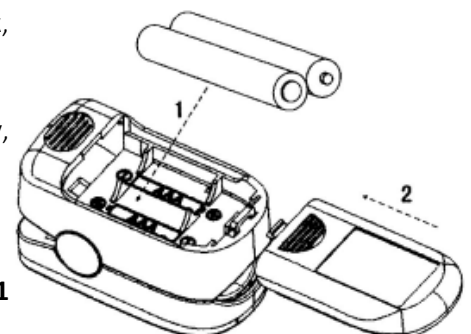

Рис. 1
2. Вставити кришку гнізда горизонтально, у напрямку, вказаному стрілкою (див. Рис. 1).